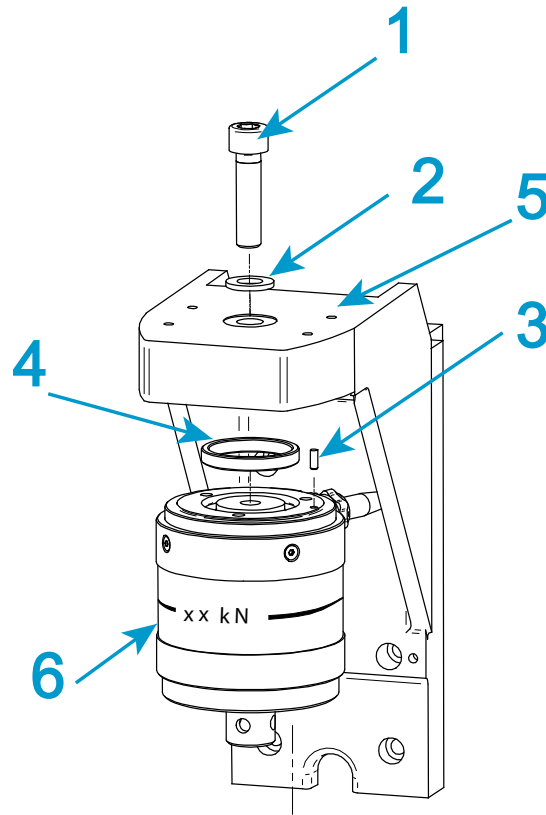

Figura 16. Instalación de una célula de carga de la serie 2580: capacidades de 500 N a 5 kN
Leyenda de Figura 16
1. Consulte Figura 16 en la página 91 y su leyenda relacionada.